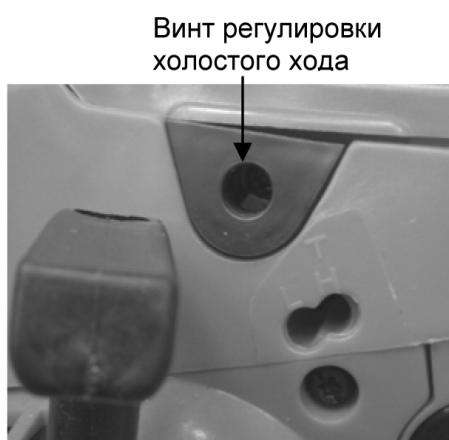

Рис. 20
**Внимание!** Карбюратор бензопилы оптимально отрегулирован на заводе-изготовителе. После обкатки двигателя и в процессе дальнейшей работы может потребоваться регулировка оборотов холостого хода. Холостой ход регулируется винтом карбюратора регулировки холостого хода (рис. 20). Любые другие регулировки карбюратора, кроме регулировки холостого хода, вне сервисного центра запрещены. Если необходима регулировка карбюратора обратитесь в авторизированный сервисный центр.